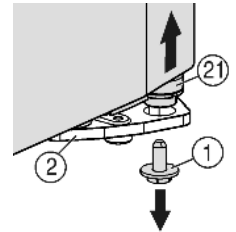
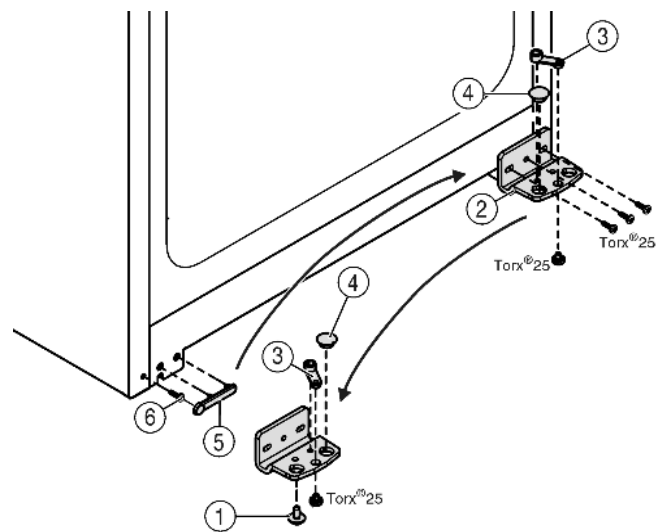

Fig. 5
Fig. 6
- ▶ V pravo dolu na konzole ložiska vyskrutkujte poistnú skrutku Fig. 5 (1).
- ▶ Čap ložiska Fig. 5 (21) sa uvoľní z konzoly ložiska Fig. 6 (2).
- ▶ V prípade, že sa čap ložiska Fig. 5 (21) neuvoľní, čap vytlačte zdola.
- ▶ Odskrutkujte ložiskovú konzolu Fig. 6 (2).
- ▶ Ložiskový diel Fig. 6 (3) odskrutkujte a premiestnite ho do protiahlého otvoru uloženia ložiskovej konzoly, opäť priskrutkujte.
- ▶ Trň Fig. 6 (4) vyberte z ložiskovej konzoly a premiestnite ho do protiahlého otvoru uloženia ložiskovej konzoly.
- ▶ Opatrne odoberte kryt Fig. 6 (5) na strane držadla.
- ▶ Vyskrutkujte skrutku Fig. 6 (6) a zaskrutkujte na opačnej strane.
- ▶ Opäť nasadte kryt Fig. 6 (5).
- ▶ Ložiskovú konzolu Fig. 6 (2) pevne naskrutkujte na novej strane závesu (s ťahovacím momentom 4 Nm), príp. pomocou akumulátorového skrutkovača.
- ▶ Poistnú skrutku Fig. 5 (1) zaskrutkujte dolu do ložiskového čapu a dotiahnite (**s uťahovacím momentom 4 Nm**).